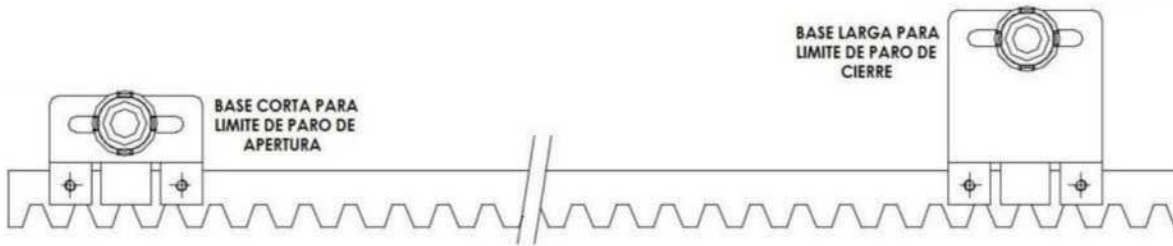

Fig.10
- El Límite de Paro Magnético (Base e Imán). Las Bases e Imanes debe de Quedar Instalados como se muestra en la (Fig.9) y la (Fig.10). El Límite de Paro Magnético (Base e Imán) son usados para Controlar el Recorrido y la Posición del Portón.